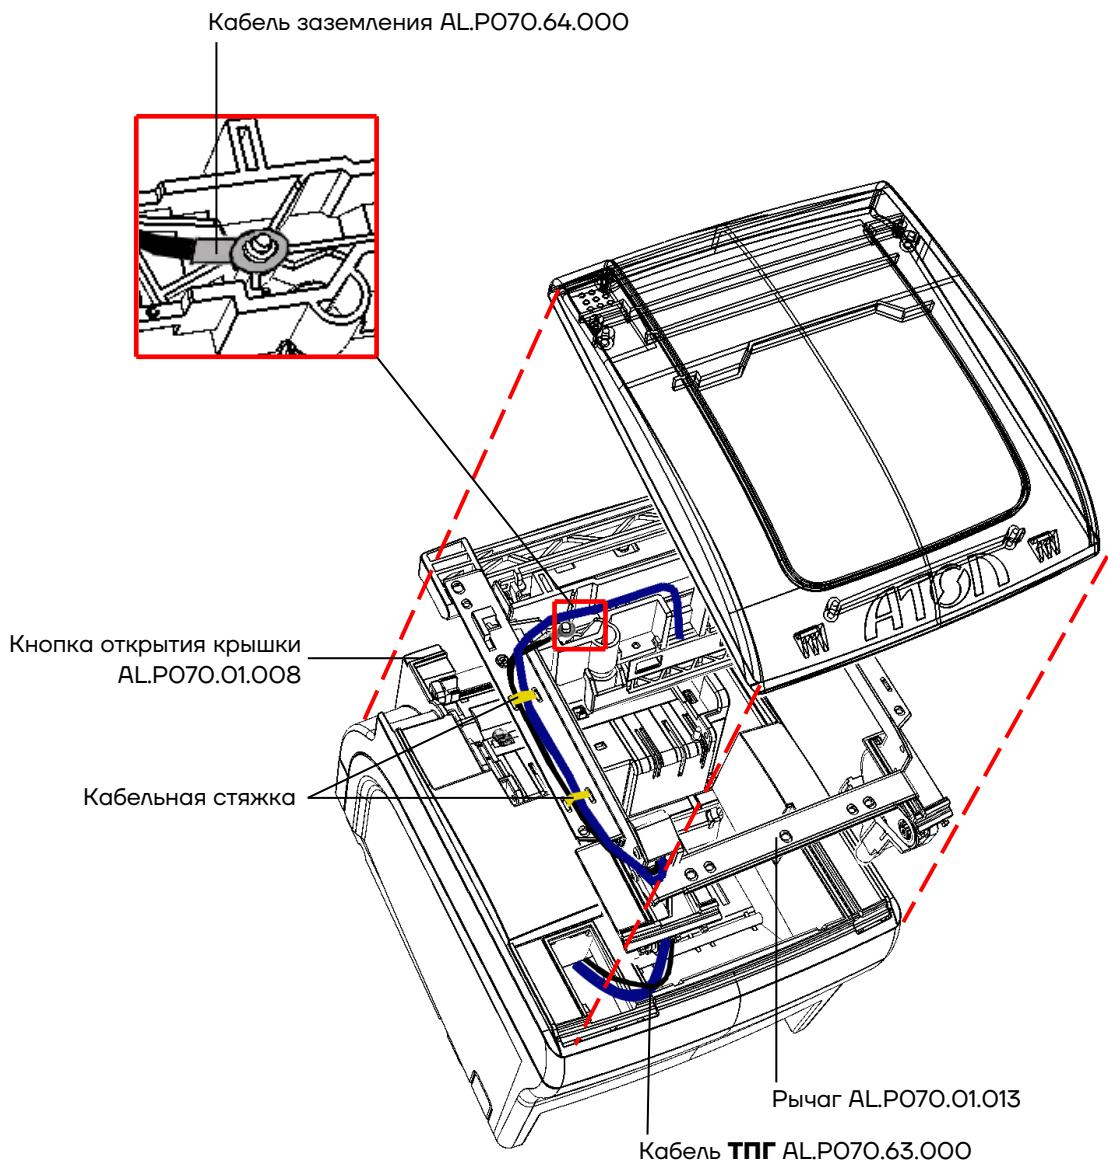

Рисунок 27. Расположение кабеля **ТПГ** и кабеля заземления в корпусе изделия
Кабель для подключения **ТПГ** AL.P070.63.000 прокладывается в правой части крышки, под металлическим рычагом AL.P070.01.013, к которому крепится кабельной стяжкой (схема кабеля **ТПГ** представлена в «Альбоме схем» AL.P070.00.000 АС). Затем через проем протягивается в верхнюю часть корпуса к блоку управления (рисунок 27). Подключается к разъему ХР7 блока управления. Особенности подключения кабелей к блоку управления показаны на рисунке 29 на странице 32.
- **Кабель заземления AL.P070.64.000** одной клеммой фиксируется на основании **ТПГ** AL.P070.01.007 (рисунок 27). Второй клеммой крепится к блоку управления. Место установки второй клеммы кабеля заземления на блоке управления показано на рисунке 29 на странице 32.